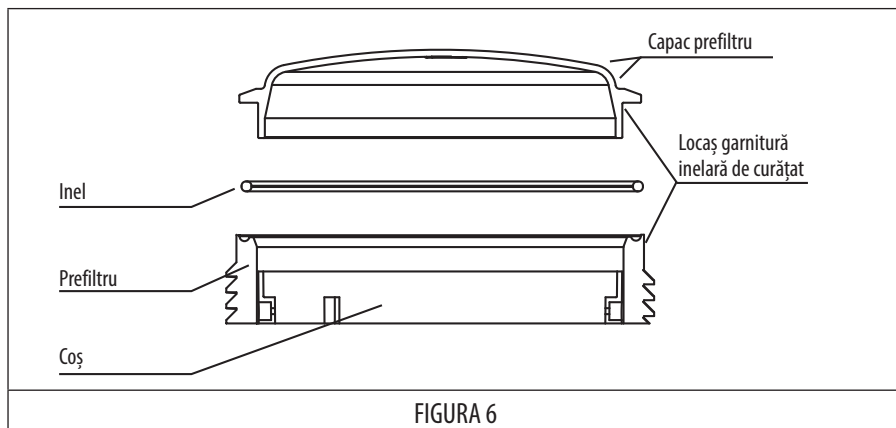

FIGURA 6
- Curățarea garniturii și a lăcașului acesteia la fiecare deschidere a prefiltrului, pentru a asigura etanșeitatea capacului la închidere (Figura 6).